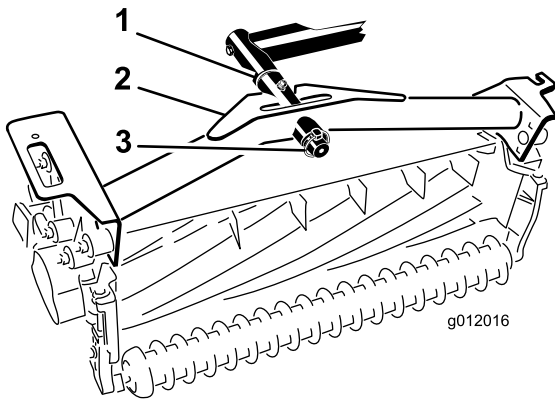

Figura 21
- Glisai cadrul de susinere a unității de tăiere pe tija de pivotare și fixai-l cu un cui de osie (Figura 21).